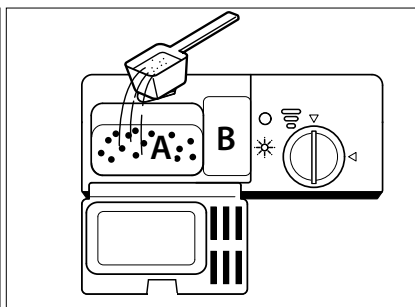

Fig. 13
- ▶ Mettez la poudre de lavage ou une tablette de lavage dans le compartiment de dosage gauche (3) (voir **fig. 13**).